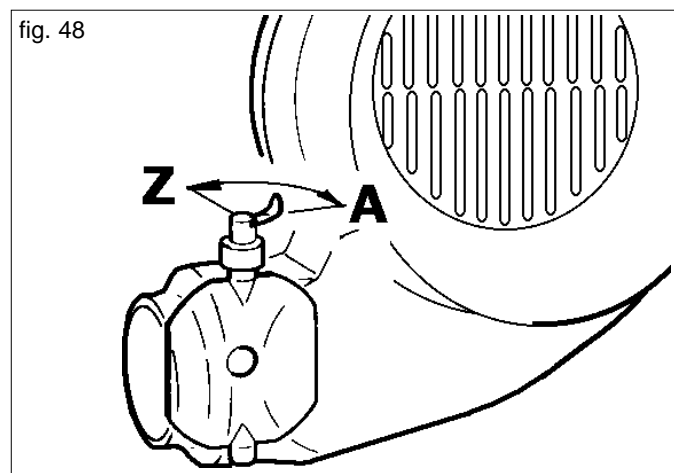

fig. 48
- Controle, de acuerdo con la tabla de la prueba de rotación, la posición de las válvulas de mariposa (Fig. 48).